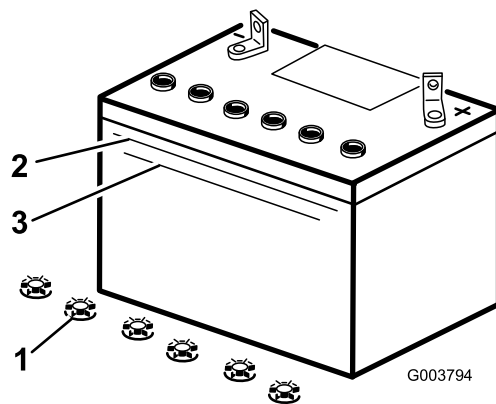

Figure 38
2. Observez le côté de la batterie. Le niveau de l'électrolyte doit atteindre le trait supérieur (Figure 38). Le niveau d'électrolyte ne doit pas descendre au-dessous du trait inférieur (Figure 38).
3. Enlevez les bouchons de remplissage de la batterie (Figure 38).
4. Versez de l'eau distillée avec précaution dans chaque élément jusqu'au repère supérieur (Figure 38) sur le côté de la batterie.
- Attendez cinq à dix minutes après avoir rempli les éléments. Au besoin, ajoutez de l'eau distillée pour amener le niveau jusqu'au repère supérieur sur le côté de la batterie (Figure 38).